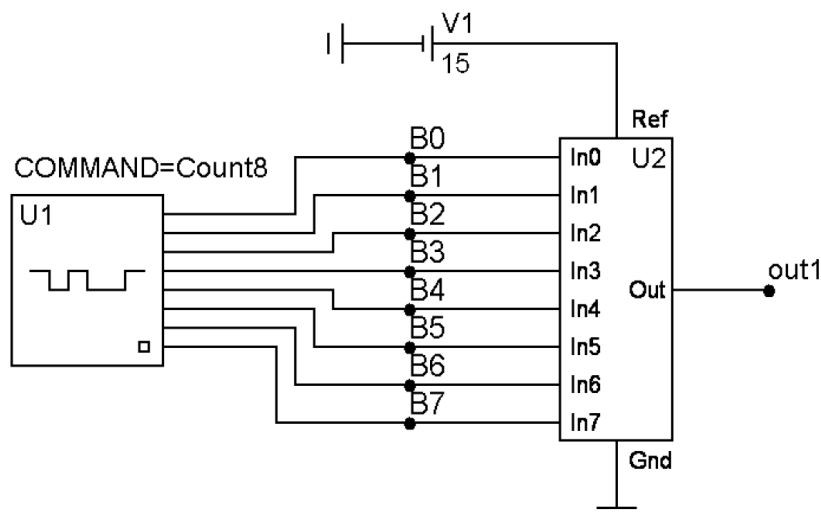

Рисунок 10.1 — Схема для исследования цифроаналогового преобразования линейно-нарастающего кода
2. В окне схемного редактора собрать схему (рис. 10.1) для исследования процесса цифро-аналогового преобразования, линейно нарастающего на 1 в каждом такте кода. Схема состоит из генератора цифровых сигналов на 8 выходов STIM8 (*Component\Digital Primitives\Stimulus Generators\STIM8*) и 8-разрядного цифроаналогового преобразователя DtoA8 (*Component\Digital Primitives\DtoA converters\DtoA8*). В окне задания параметров генератора STIM8 выбирается нарастающее на 1 в каждом такте изменение выходного двоичного кода путем нажатия панели *Count8* в нижней части окна. В окне задания параметров ЦАП в позиции *Timing model* набирается T2, и после этого в нижней части окна вводятся следующие параметры временной модели: TSWMN=1N, TSWMX=2N, TSWTY=1N.
3. Обозначить разрядные линии ЦАП (цифрового генератора) латинскими буквами с номером, как показано на рис. 10.1.